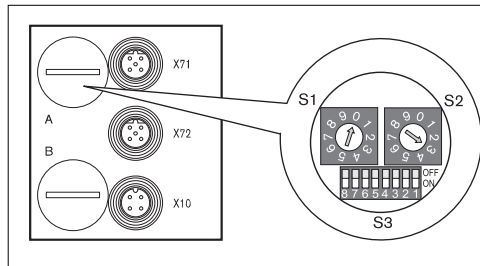

Abb. 8: Adressschalter S1, S2 und Mode-Schalter S3 am Buskoppler
- ▶ Vergeben Sie mit S1 und S2 (siehe Abbildung 8 auf Seite 32) die Stationsadresse von 2 bis 99 frei:
Der Mode-Schalter S3 für die Einstellung der Diagnosemeldungen befindet sich unter der PG-Verschraubung **A** (siehe Abbildung 8 auf Seite 32).